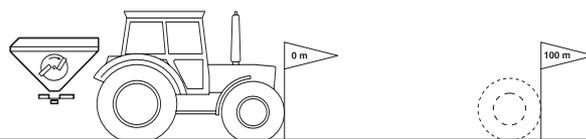

Fig. 25
-  Udmål en markstrækning på nøjagtigt 100 m længde og marker begge ender heraf (Fig. 25).